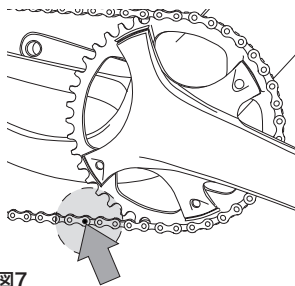

図7
- チェーンを最小スプロケットに動かし、図7に示したエリアに、接続するリンクを移動させます。